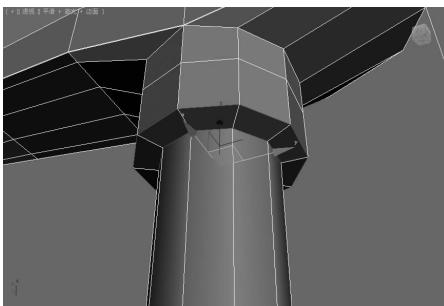
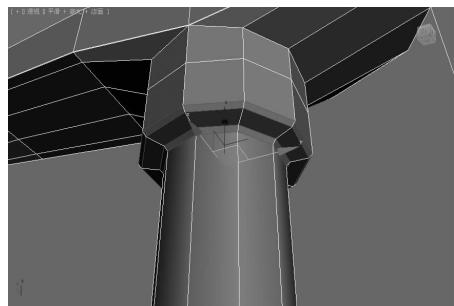

图 5-115 选中按压器下面的边 ▲
图 5-116 添加切角效果 ▲
(10) 选中如图 5-115 所示的边, 添加切角效果, 效果如图 5-116 所示。